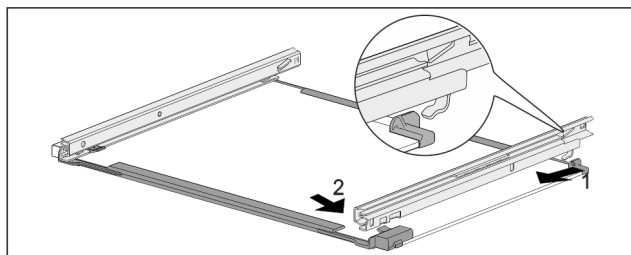

Fig. 173 Скляна пластина з рейками
- ▶ Зачепити рейку ззаду. Fig. 173 (1)
- ▶ Зафіксуйте рейку спереду. Fig. 173 (2)